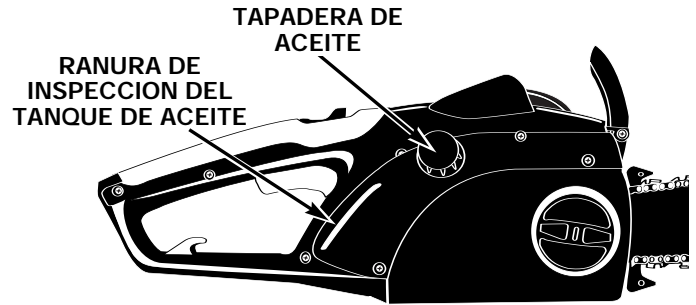

Fig. 3
1. Llene el tanque de aceite con el aceite correcto para barra y cadena (Fig. 3). Use un embudo, limpie los derrames y cerciórese de que no entre ninguna suciedad en el tanque.